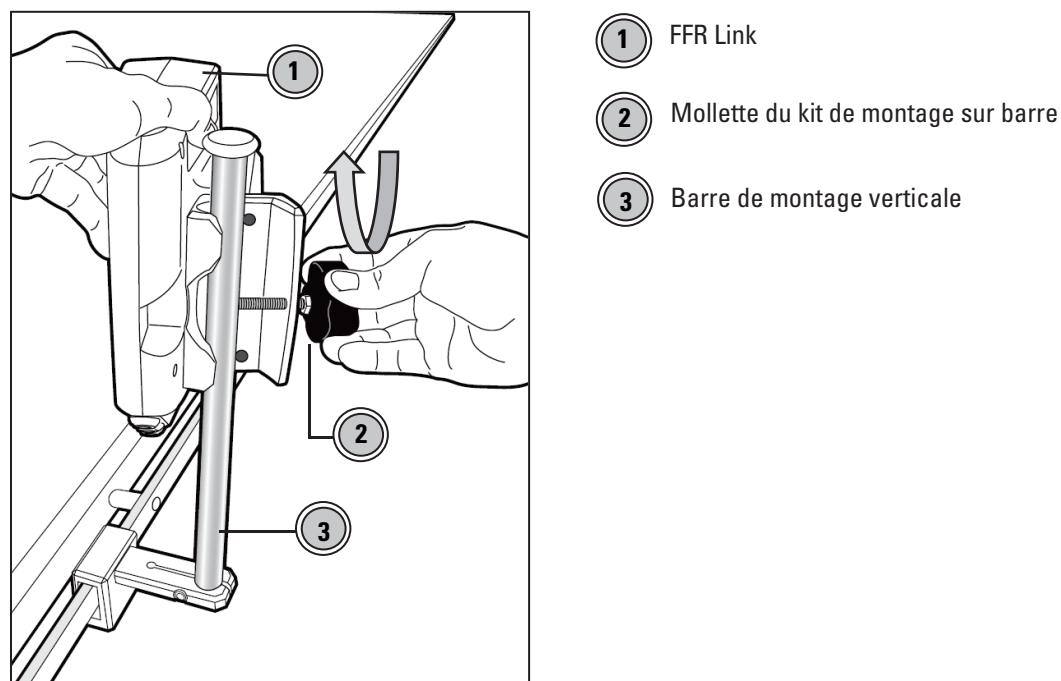

Figure 6. Régler la hauteur du FFR Link au-dessus de la table patient et serrer la mollette du kit de montage sur barre jusqu'à ce qu'il soit solidement arrimé.
3. Après avoir fixé le kit de montage au montant de lit, tenir la partie supérieure du FFR Link d'une main et faire glisser le système de fixation vers le bas sur la partie supérieure de la barre de montage verticale. Voir la figure 6.